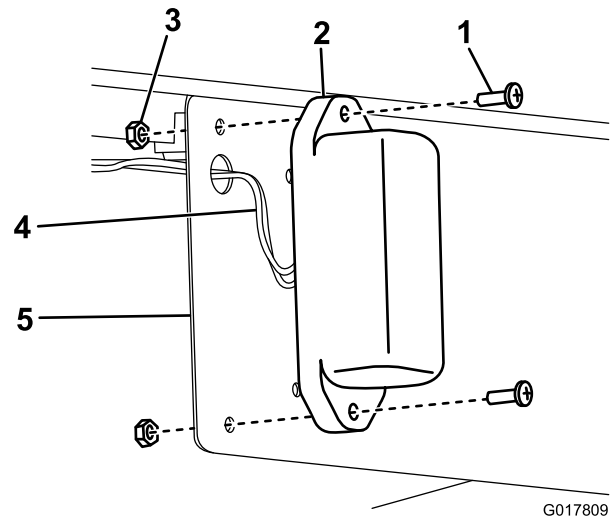

Figure 7
- Insérez les fils dans les grands trous du panneau de support et branchez-les aux 2 éclairages montés sur le panneau (Figure 7).
- Fixez les éclairages au panneau de support à l'aide des 4 vis cruciformes (n° 10 x 5/8 po) et des 4 contre-écrous (n° 10), comme montré à la Figure 7.